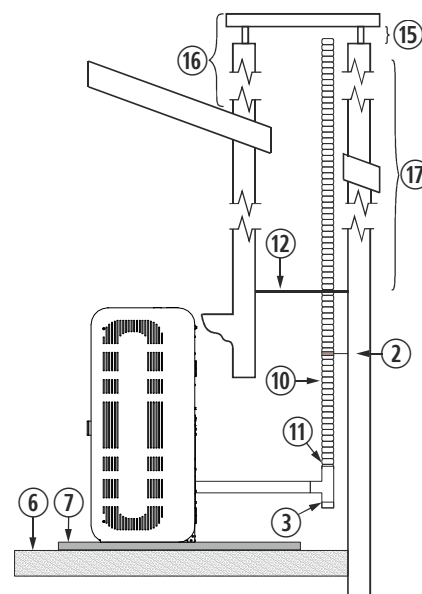

Figura 11
**4.28.** L'installazione di una stufa ad incasso in un caminetto può essere realizzata in completa totalità in un tubo flessibile, così come è indicato nella figura 11. Dobbiamo prestare speciale attenzione al momento di realizzare l'isolamento tra il caminetto e il tubo di fuoriuscita di gas per evitare possibili arretramenti di gas in caso di tormenta.
②	Collare di fissaggio in acciaio inox.
③	Giunto a "T" a 90° con filtro.
⑥	Pavimento in legno.
⑦	Protezione non infiammabile.
⑩	Tubo in acciaio inossidabile flessibile.
⑪	Manicotto d'unione tra flessibile e rigido.
⑫	Isolante anti -arretramento.
⑮	Minimo 200mm.
⑯	Deve superare di 1 metro il tetto.
⑰	Se superiore a 8m aumentare le dimensioni.